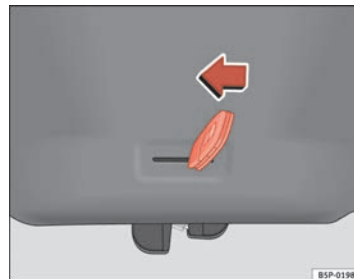

Fig. 66 Hayon : ouverture d'urgence
- Introduisez le panneton de la clé dans la rainure et déverrouillez le système de fermeture en faisant tourner la clé de droite à gauche, comme indiqué par la flèche ⇒ fig. 66. ■